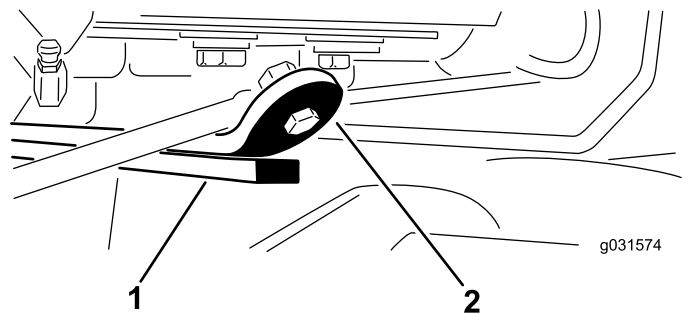

Figure 14
3. Démarrez le moteur, levez les unités de coupe et vérifiez que l'écartement entre le segment d'usure sur le dessus de la barre d'usure de l'unité de coupe arrière et la bride de butée est compris entre 0,51 et 2,54 mm, comme montré à la Figure 14.